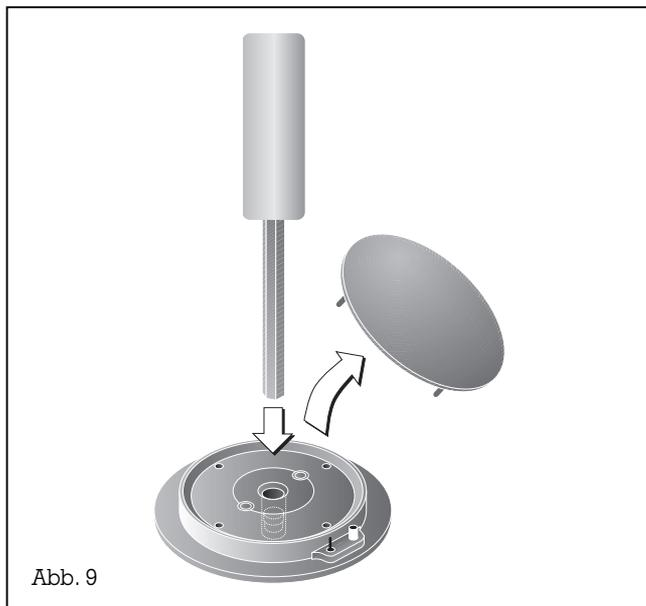

Abb. 9
- Die Hauptdüse 2 wird nach dem Abnehmen des Brennerdeckels sichtbar. Sie wird mit einem speziellen Steckschlüssel (SW 5,5) herausgeschraubt (Abb. 9).